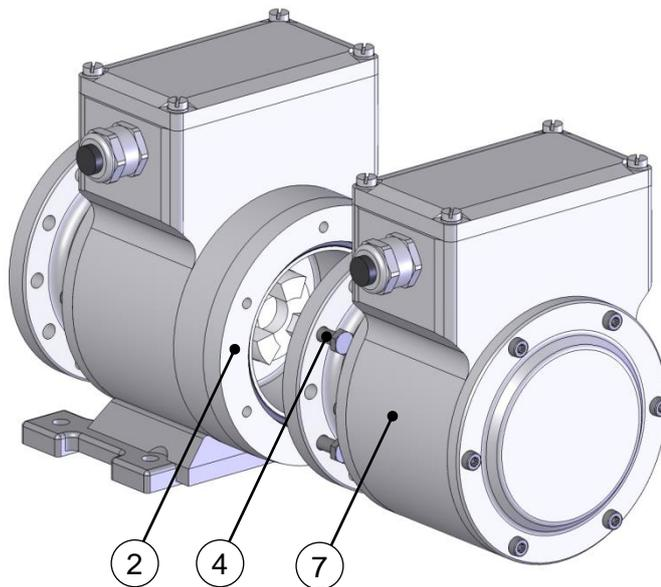

Abb. 5
Grenzdrehzahlswitcher in Bauform B5/B14 bzw. B35/B14 besitzen ein zweites Wellenende mit integrierter Kupplungshälfte (1) und einen B14-Flansch (2) auf der Gegenantriebsseite, an den ein weiteres Gerät mit B5-Flansch angebaut werden kann, z.B. ein inkrementaler Drehgeber, Absolutwertgeber oder Grenzdrehzahlswitcher. Für den Anbau wird eine zweite Kupplungshälfte mit Elastomerkranz (Abb.5:(4)) benötigt, die als Zubehör erhältlich ist.